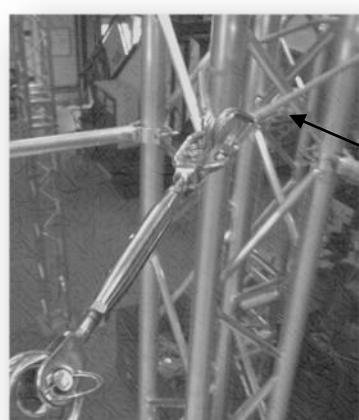

Abbildung 1:
- 1- Die beiden Schlingen an der Struktur befestigen. Abbildung 1
- 2- Den Spanner bis zum Anschlag öffnen. Abbildung 1